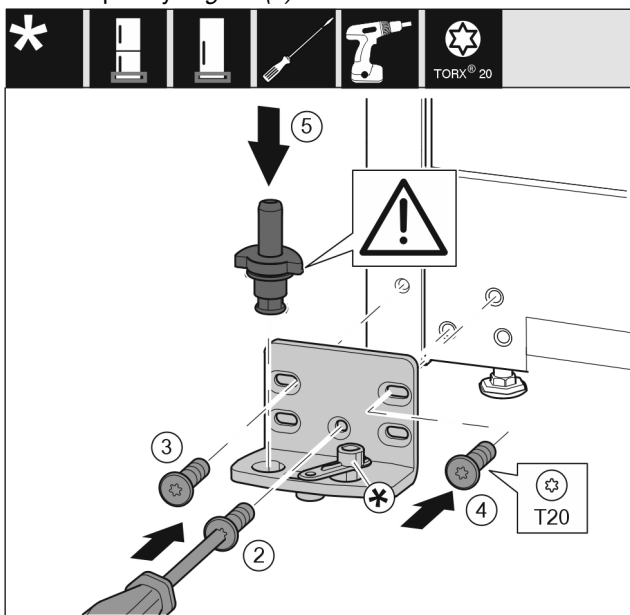

Fig. 25
- ▶ Встановіть опорний кронштейн з іншого боку і закріпіть гвинтами за допомогою викрутки T20. Почніть із гвинта 2 знизу посередині. Fig. 25 (2)
- ▶ Закрутіть гвинти 3 та 4. Fig. 25 (3,4)
- ▶ Вставте цілком опорний гвинт. При цьому виступ фіксатора повинен бути спрямований назад. Fig. 25 (5)